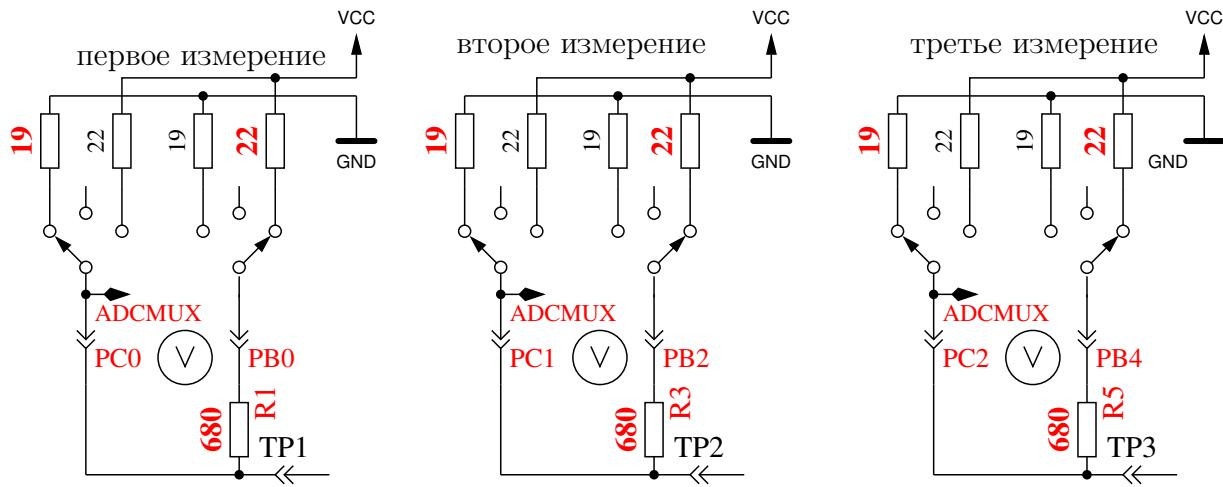

Рис. 5.66. Измерение внутреннего сопротивления порта С подключением выходных контактов к GND
8. Измерение внутреннего сопротивления порта подключением выходных контактов к GND. Этот и следующие тесты будут проведены, если выбрана опция AUTO_CAL. Внутреннее сопротивление порта С с выходами, подключенными к GND, измеряется по току через подключенные к VCC (+5 V) резисторы 680Ω , смотри рисунок 5.66. Могут быть измерены только три вывода порта АЦП. Внутреннее сопротивление портов В (PB0, PB2 и PB4) не может быть измерено без изменения аппаратных средств. Будем считать, что внутреннее сопротивление порта для различных портов практически одинаково. Величина сопротивления будет определена в следующем teste.